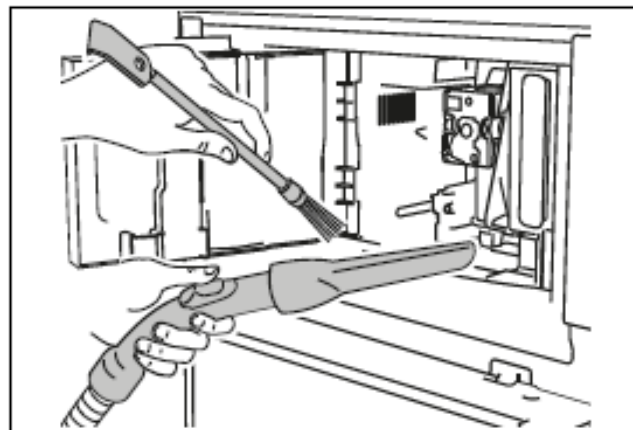

Рис. 45
- При необходимости удалите кофейные отложения с помощью щетки (C5), входящей в комплект, и губки. Удалите все остатки пылесосом (рис. 45).